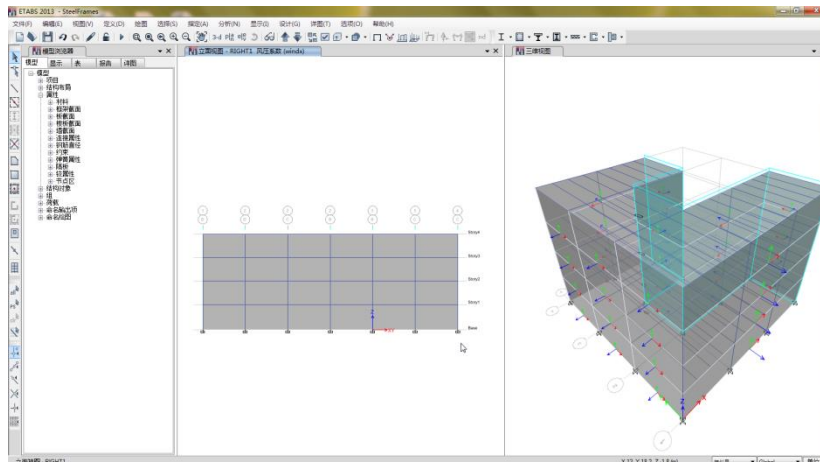

图 4-22 显示 RIGHT 立面
- 2) 点击**确认**按钮，主窗口显示如图 4-22 所示。